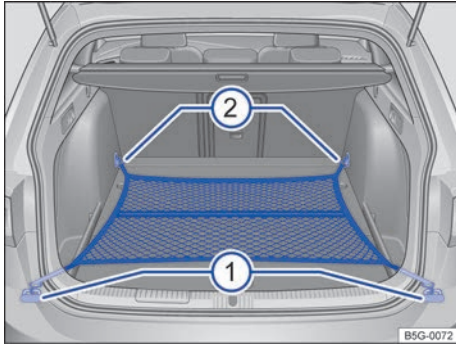

Fig. 172 En el maletero: bolsa de red enganchada a ras del piso.
- Dado el caso, levante las argollas de amarre delanteras → fig. 172 ②.
- Fije los ganchos de la bolsa en las argollas de amarre ② → ⚠️. La cremallera de la bolsa tiene que quedar hacia arriba.
- Fije los ganchos de la bolsa en las argollas de amarre ①.